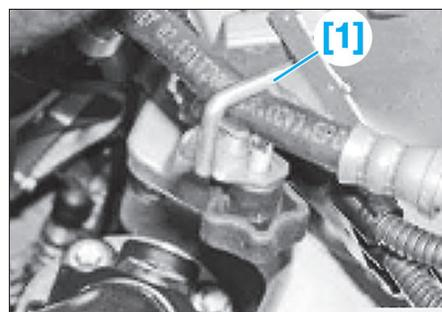

Fig. 21
- Obtenir la conduite hydraulique vers le cylindre récepteur d'embrayage avec l'outil [1] (Fig.21).